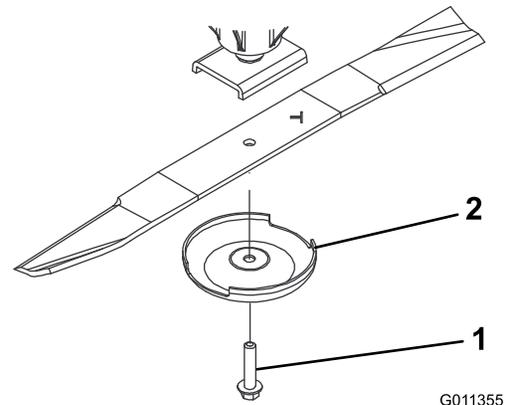

Figura 59
2. Afferrate l'estremità della lama con un cencio o un guanto bene imbottito. Togliete il bullone, la coppa antistrappo e la lama dall'asse del perno (Figura 59).
3. Montate la lama con la costa rivolta verso il piatto di taglio, servendovi della coppa antistrappo e del bullone della lama (Figura 59) Serrate il bullone della lama a 115–149 N·m.